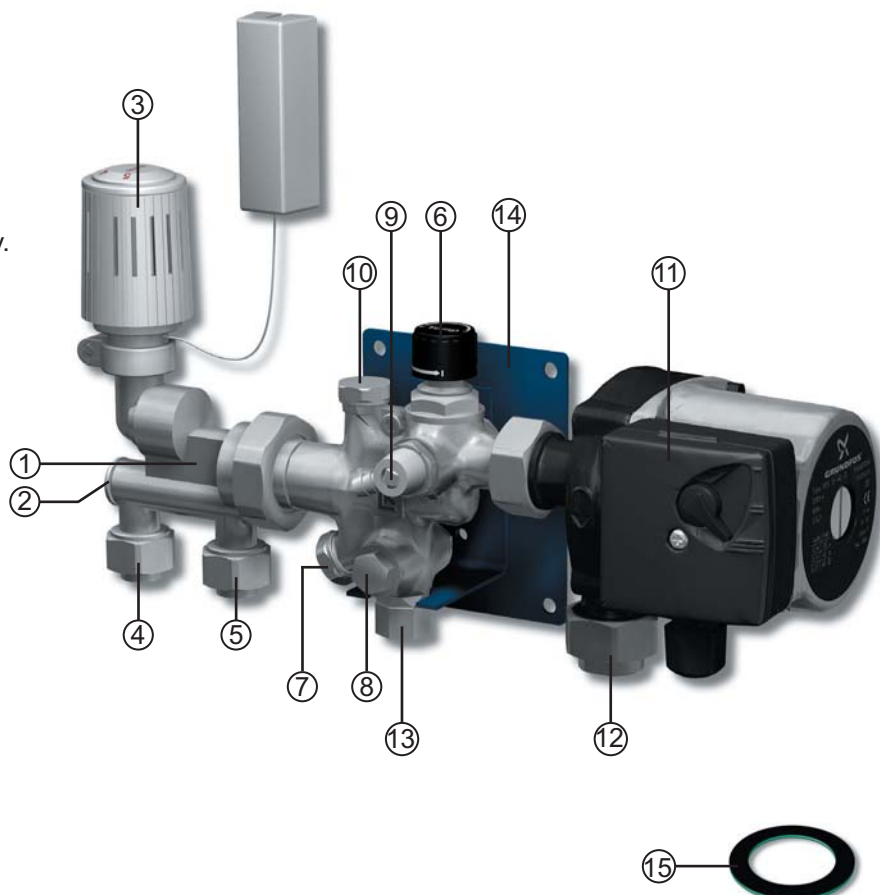

Bild 1. LK Minishunt M60.
- Montera ihop cirkulationspumpen och ventilhuset med fiberpackningen mellan, enligt "Bild 1."
- Bänd av det vita handvredet som sitter på ventilhuset vid leverans och montera den bipackade termostaten (3).